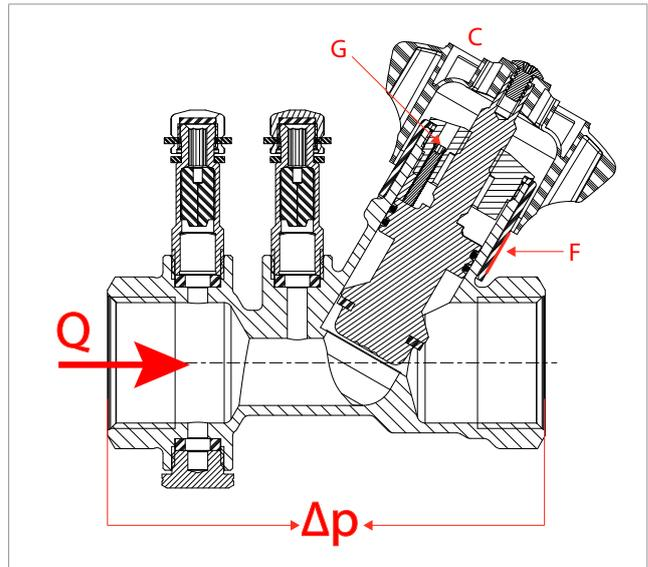

Abb. 2
Die Voreinstellung des Strangregulierventils erfolgt über eine Feststellschraube (Abb. 2 G) die sich unterhalb der Kappe (Abb. 2 C) des Handrades befindet.
- Stellen Sie den ermittelten Wert mit dem Handrad (Abb. 2 C) unter Zuhilfenahme der auf dem Handrad befindlichen Skala (Abb. 2 F) ein.
- Drehen Sie im Uhrzeigersinn die Feststellschraube (Abb. 2 G) in die Position des eingestellten Wertes um ein Verstellen zu verhindern.